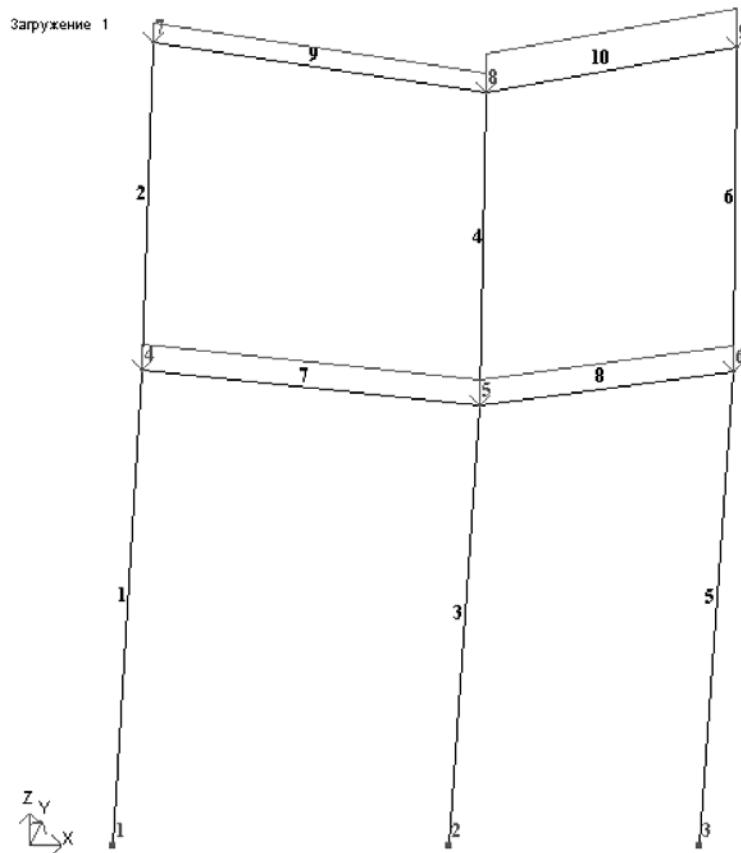

Рис.1.16. Расчетная схема с учетом перемещений узлов
- В режиме просмотра результатов расчета по умолчанию расчетная схема отображается с учетом перемещений узлов (рис. 1.16). Для отображения схемы без учета перемещений узлов выполните пункт меню **Схема** ⇒ **Исходная схема** (кнопка на панели инструментов).